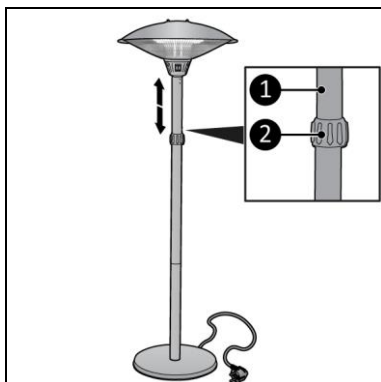

Figura 9
Luați în considerare distanța minimă la reglarea înălțimii (Figura 9).
2. Slăbiți butonul de reglare (Figura 9, poziția 2) și glisați tubul reglabil (Figura 9, poziția 1) la înălțimea dorită.